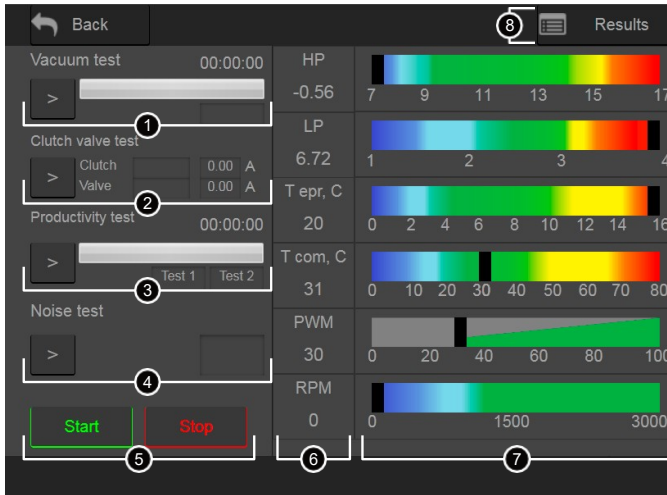
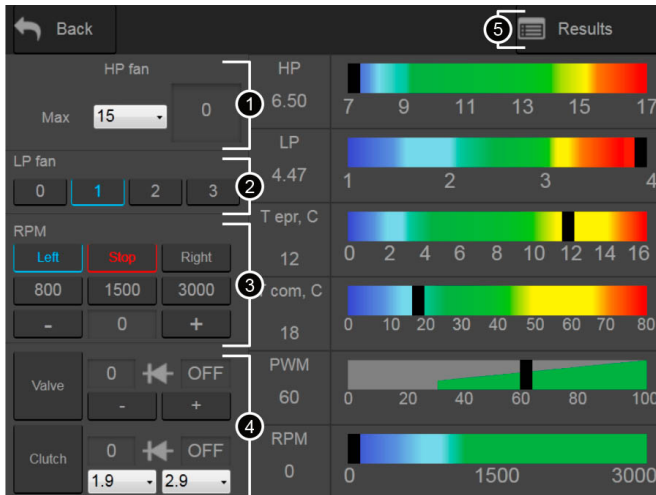
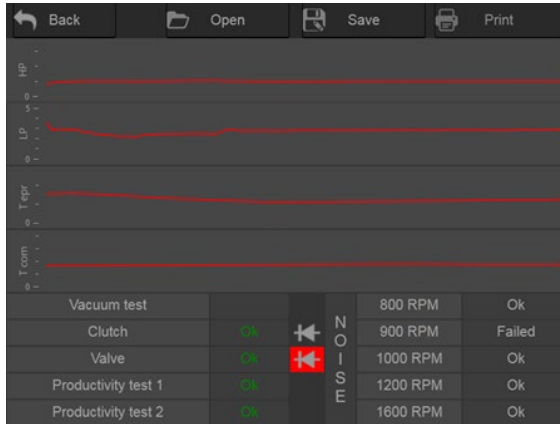
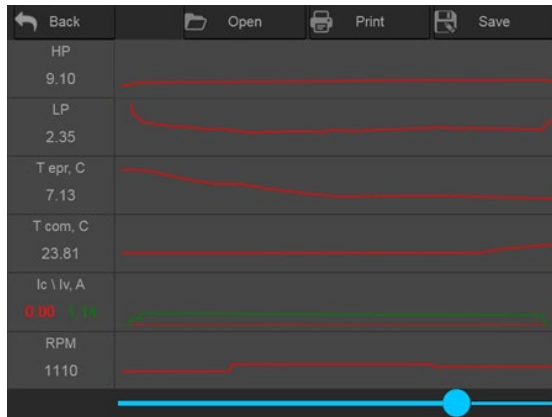

Рисунок 7. Вікно автоматичної діагностики компресора
Рисунок 12. Меню ручної діагностики
Рисунок 16. Екран результатів автоматичної діагностики
Рисунок 17. Екран результатів ручної діагностики
Меню програми "Автоматична діагностика" (рис.7) містить:
5 - Кнопки "Start", "Stop" (рис. 7) запускають і зупиняють процес діагностики в автоматичному режимі. Після натискання на кнопку "Start" стенд в автоматичному режимі проведе послідовно тести 1 - 4 (рис. 7). У процесі автоматичної діагностики на екран
Меню програми "Manual mode" (рис. 12) містить:
- 2 - Налаштування швидкостей вентилятора випарника для режиму ручної діагностики меню "LP fan" поз. 2 рис. 12, встановлюється у відсотковому відношенні.
Для перегляду, збереження або друку результатів діагностики, після проведення діагностики компресора, натисніть на кнопку "Result" поз. 8 рис. 7 або поз. 5 рис. 12. У кожного режиму діагностики свій вид звіту див. рис. 16 і 17.
Для збереження результатів діагностики, у вікні рис. 16 або 17, натисніть на кнопку "Save". У вікні, що відкрилося (рис. 18), заповніть усі поля і натисніть кнопку "Save". Натискання на кнопку "Reset" очищає всі поля. Зміна мови введення проводиться послідовним натисканням клавіш на клавіатурі Shift, Alt, Shift.
Для перегляду раніше збережених результатів діагностики у вікні (рис. 16 або 17) натисніть на кнопку "Open". У вікні, що відкрилося, рис. 19 буде доступний список усіх збережених результатів, у першому стовпчику якого буде зазначено, в якому режимі було проведено діагностику "Auto" або "Manual".
⚠ УВАГА! Перегляд результатів діагностики в автоматичному режимі можливий тільки у вікні рис. 16, а результати діагностики в ручному режимі можливий тільки у вікні рис. 17.